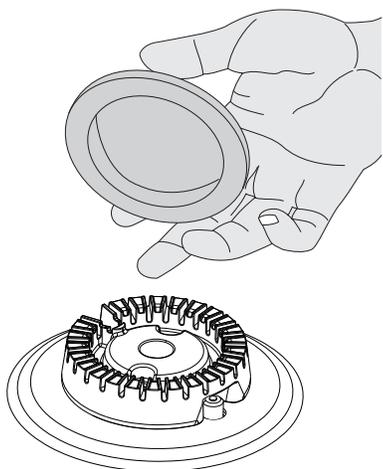

Figure 4 : Couverture du brûleur et la tête
- Placer un chapeau de brûleur sur chaque tête de brûleur (Figure 4), correspondant à la taille de chapeau à la taille de la tête. Le plafond pour chaque brûleur a une bague de positionnement intérieure qui centre le bouchon correctement sur la tête du brûleur. Assurez-vous que tous les chapeaux et les têtes des brûleurs sont correctement placés avant d'utiliser votre appareil.